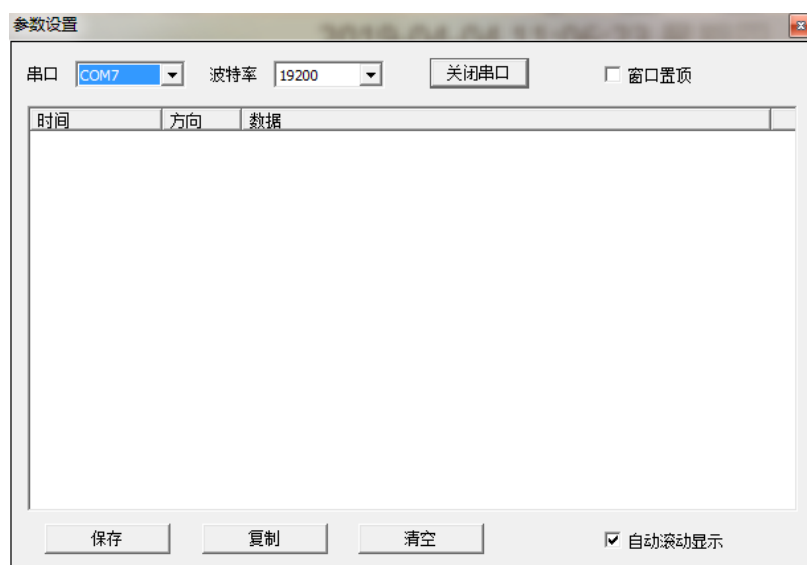

图 4-17 虚拟串口配置
2. 选择虚拟串口为 com7、波特率为 19200（波特率与配置文件的波特率一致），然后点击打开串口和根据需求选择是否将窗口置顶，如图 4-17 所示。